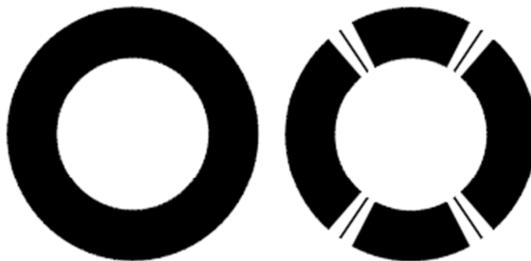

Рис. 2.4
3. Командой «Кольцо» начертить кольцо с внутренним диаметром 15 и внешним 30 мм с центром в точке с координатами (45, 65). Сделать рядом его копию и изменить заливку на прерывистую (рис. 2.4).